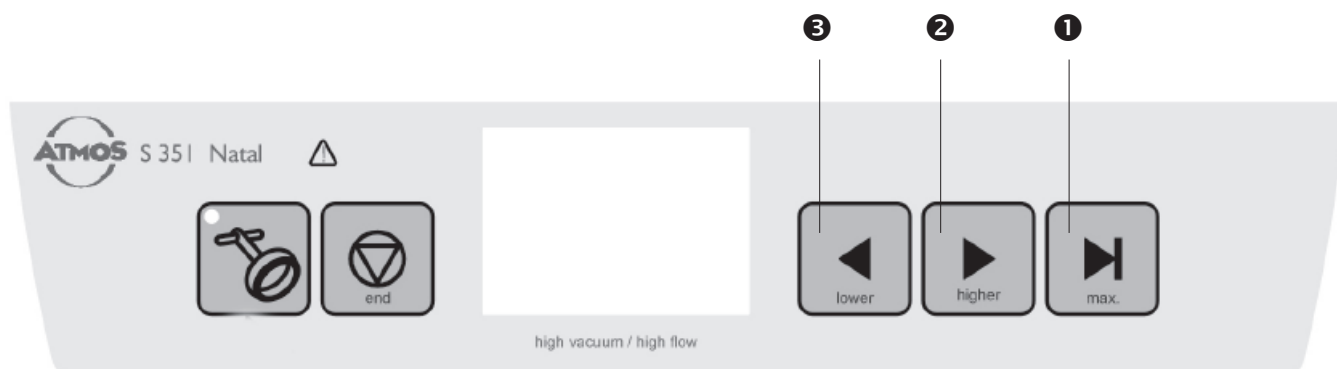

Fig. 39 Panel de control e indicadores
- Seleccione el valor de vacío definitivo mediante los botones (2 y 3, Fig. 39). Si mantiene los pulsadores presionados, el valor cambia rápidamente.
- Presionando el botón (1, Fig. 39) se valida el vacío máximo.
- Seleccione el nivel de vacío deseado mediante uno de los botones (❶, ❷ y ❸, Fig. 39, Pág. 31). Manteniendo presionado los botones ❷ y ❸ el ajuste es más rápido.